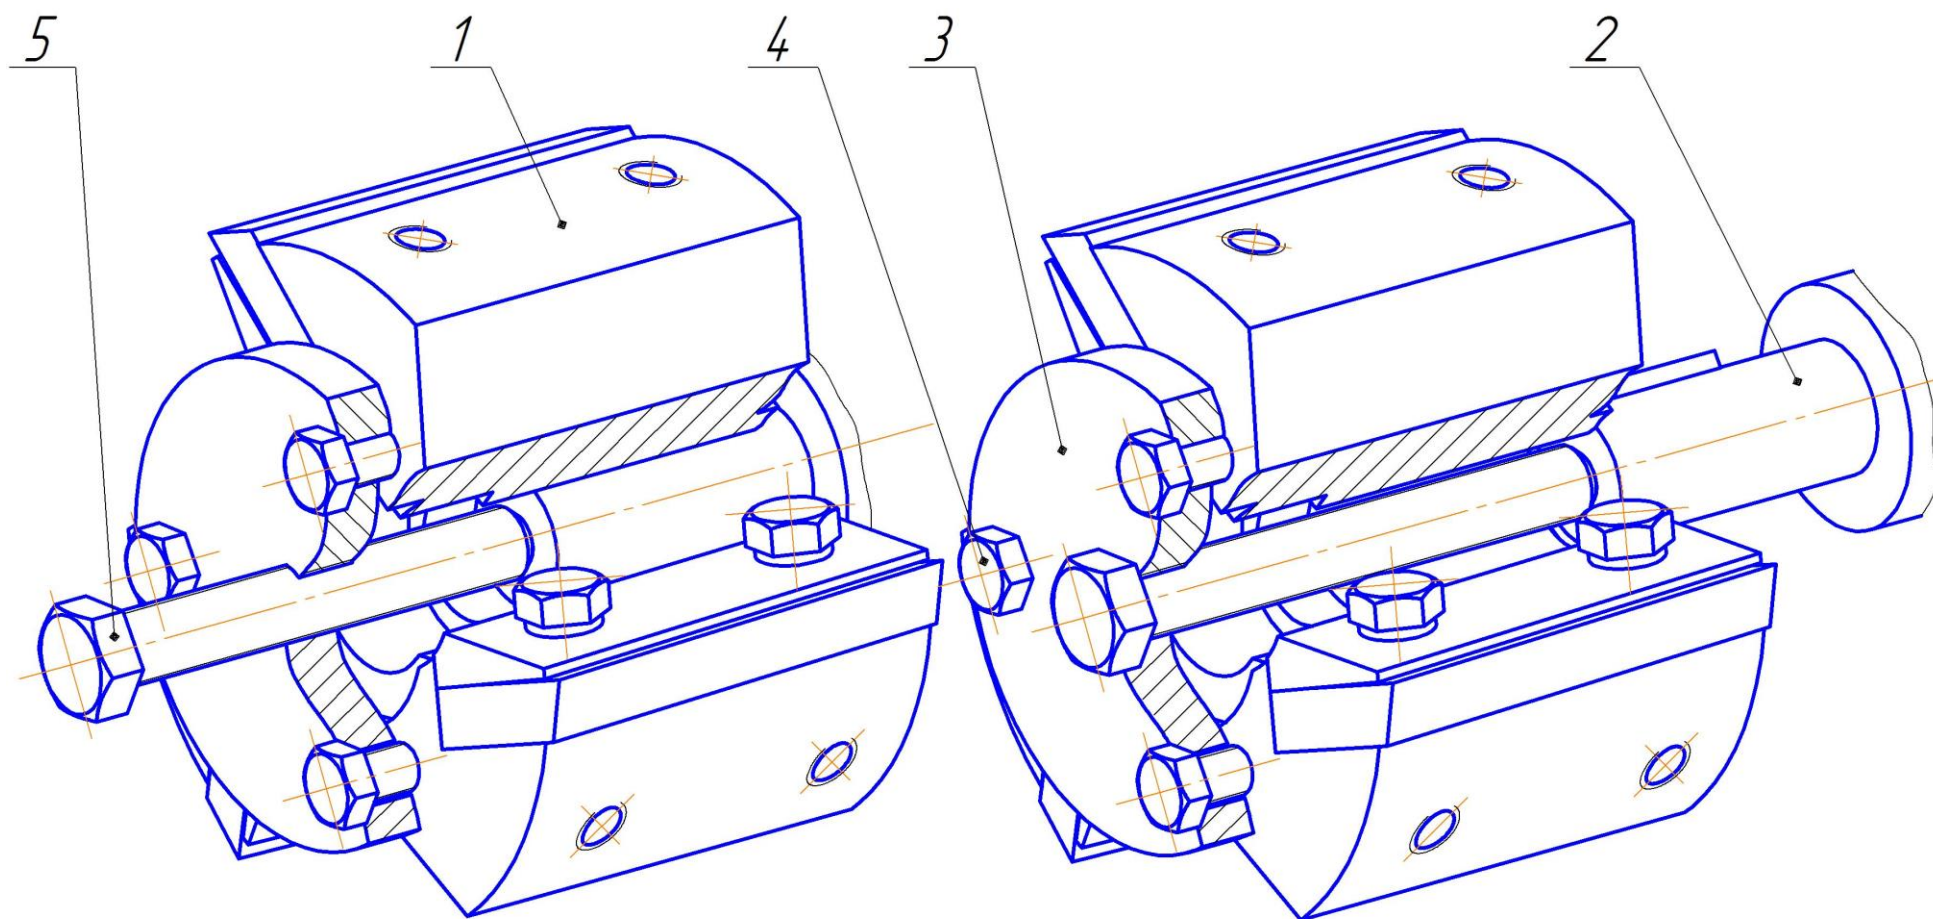

Рис.3 Снятие ротора с вала электродвигателя при помощи съемника.
- ввернуть 3 болта 4 съемника (Рис. 3) в отверстия на торце ротора, при этом шайба 3 прижимается к ротору 1;
- а) закрепить шаблон 29 (Рис. 3) болтами 30 на роторе 5;